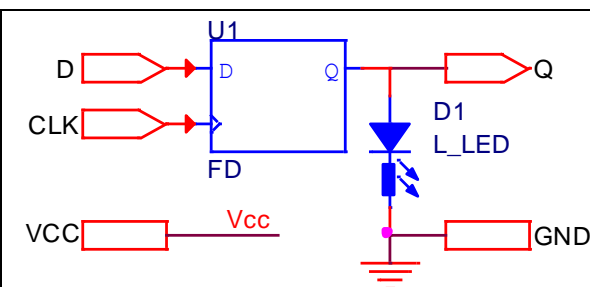
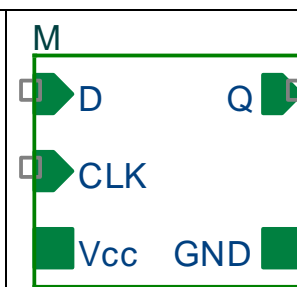

figura 7
figura 8
- Oricare LED al ghirlandei este controlat de un bistabil D **comutabil pe front ridicător**. Bistabilul D și LED-ul sunt conectate ca în figura 7. Schema din figura 7 este implementată pe un circuit (cablaj) și formează un modul independent numit în continuare modul M (figura 8). Ghirlanda este alcătuit din 64 de module M interconectate astfel încât să formeze un **registru de deplasare**.
- Schema microsistemului format din microcontrolerul ATmega16, la care se conectează modulele M. Se vor figura doar primul modul, al doilea modul, penultimul și ultimul modul. Restul modulelor se vor figura cu ... (puncte). Pe schemă modulele se vor reprezenta prin intermediul schemei bloc din figura 8. **2 puncte**